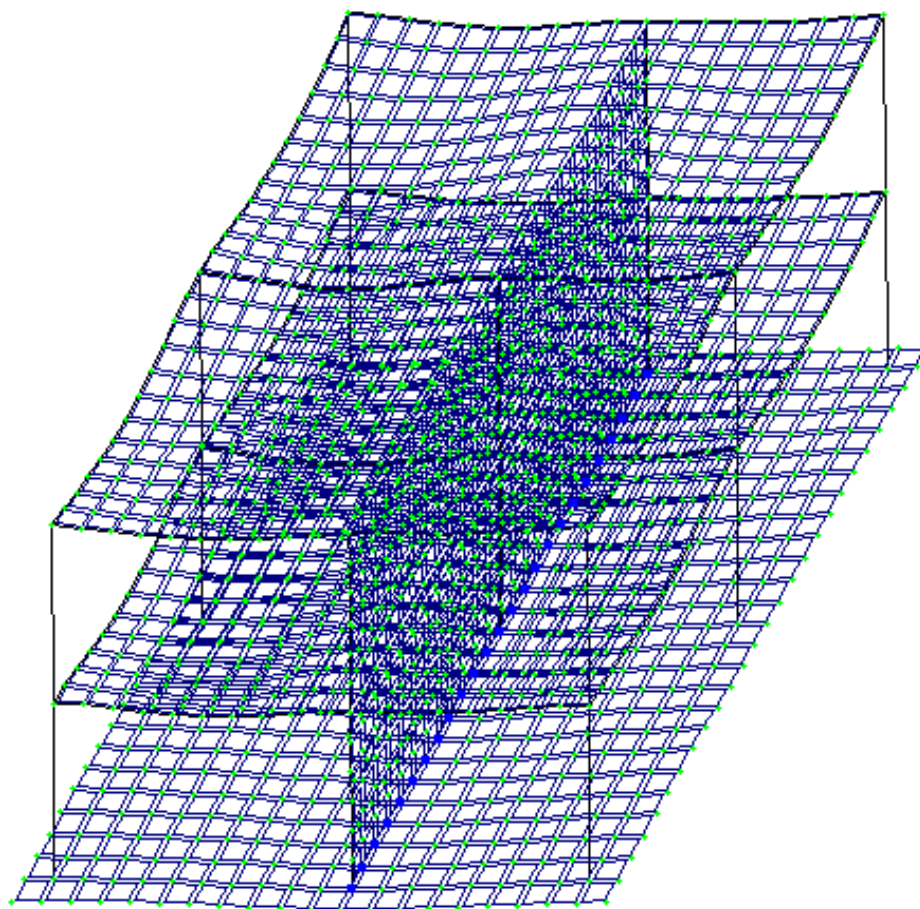

Рис.4.34. Расчетная схема с учетом перемещений узлов
- В режиме просмотра результатов расчета по умолчанию расчетная схема отображается с учетом перемещений узлов (рис.4.34).